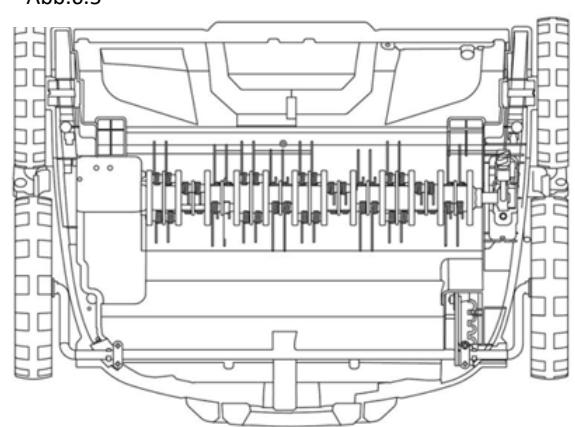

Abb.7
Fissare il portacavo (11) al manubrio superiore dal lato dell'interruttore (Fig. 7).
Suggerimenti Collegamento elettrico (Fig. 7)
Inserire la spina di alimentazione del cavo di collegamento dell'apparecchio nell'interruttore/spina combinata (vedi Fig. 7).